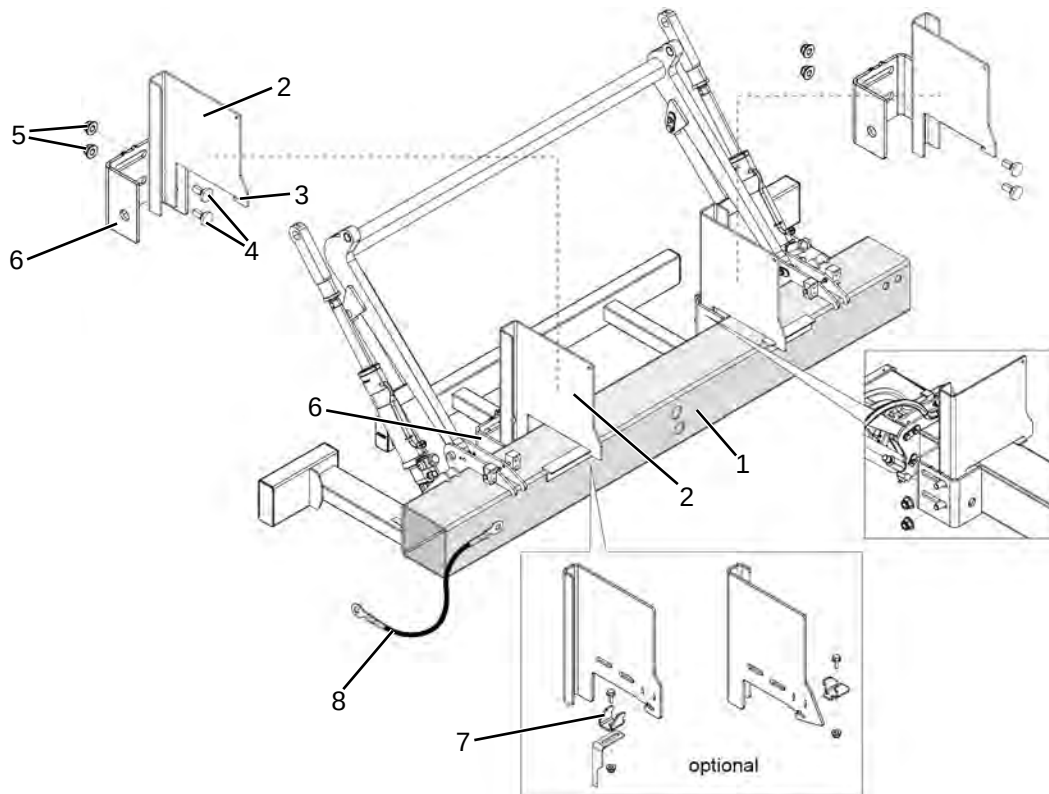

Abbildung 10: Vormontage mit seitlich einstellbaren Schraubkonsolen
- Optional (bei Verwendung einer Kugelkopfkupplung und bei der C 3000 S): Verbinden Sie die Sicherungsklammer **(7)** mit dem Konsolblech **(2)** (siehe Abbildung 10).